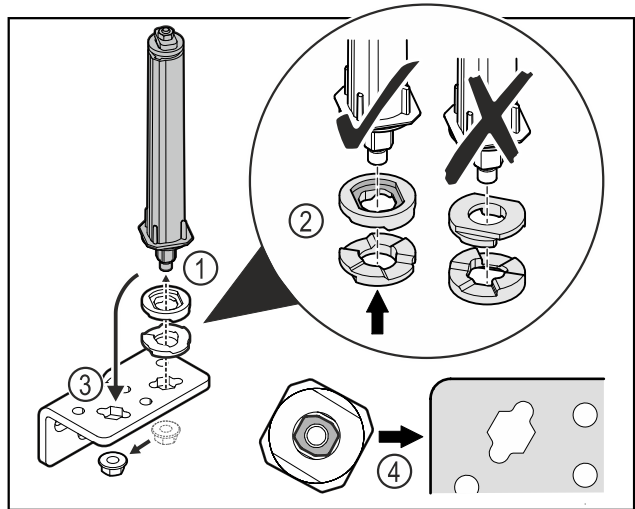

Fig. 20
- ▶ Oldja ki az anyát, és távolítsa el az ajtózáro rendszert Fig. 20 (1).
- ▶ Ügyeljen a magasságállító alátétek helyes beigazítására Fig. 20 (2).
- ▶ Helyezze át az ajtózáro rendszert a zsanéridombban, és rögzítse az anyával Fig. 20 (3).
- ▶ Behelyezéskor ügyeljen az ajtózáro rendszer helyes beigazítására Fig. 20 (4).